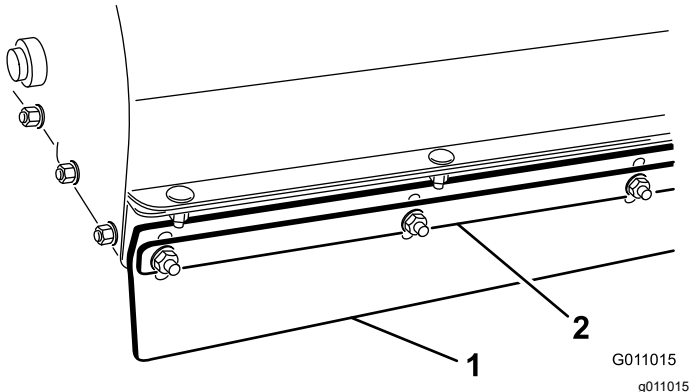

Figure 23
1. Desserrez les écrous de fixation de la barrette métallique et du déflecteur avant sur le carter de la brosse (Figure 23).